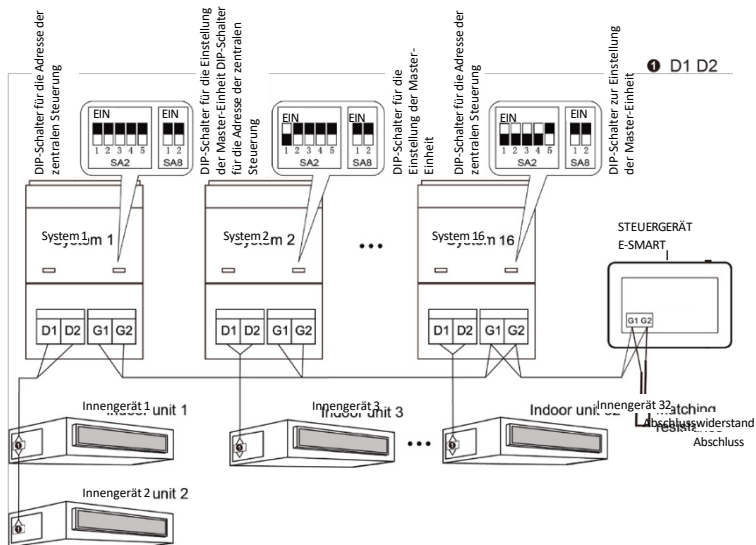

Abb. 3.5 An das UE-Netzwerk angeschlossene zentrale Steuerung
- 3 Wenn der zentrale Controller an das UE-Netzwerk angeschlossen werden soll, nehmen Sie die Anschlüsse gemäß Abb. 3.5 vor. Der zentrale Controller darf nur an das Endgerät des UE-Netzwerks angeschlossen werden. An den Anschlüssen G1 und G2 muss ein geeigneter Widerstand an die Kommunikationskabel angeschlossen werden.